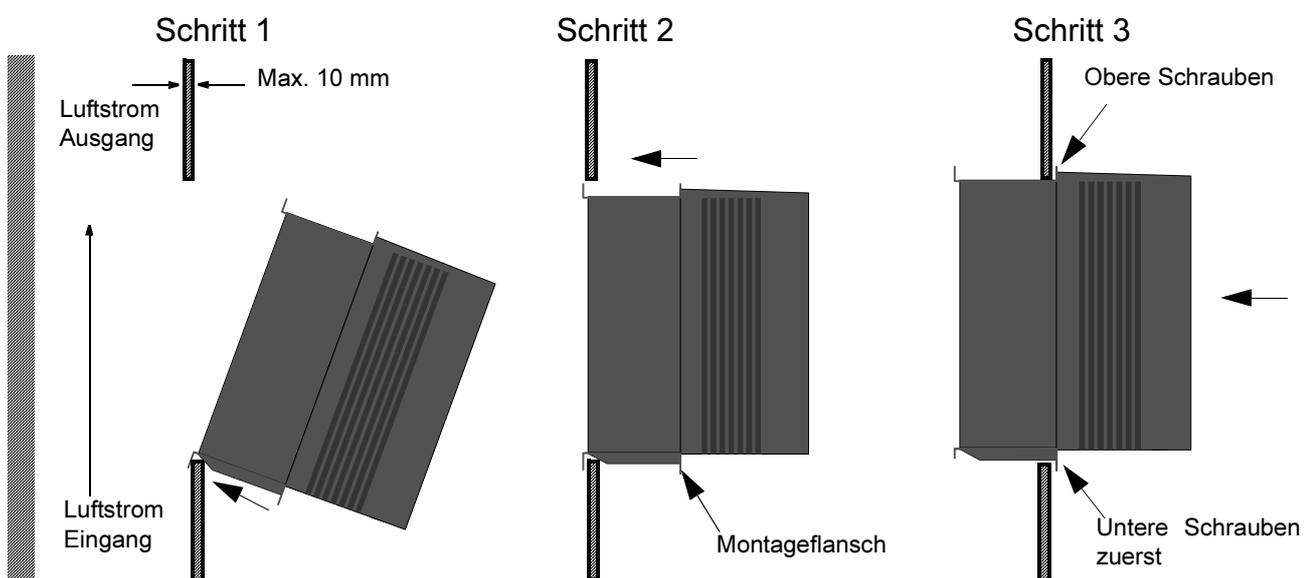

Abbildung 2-2 Montage des ACx 601 in einem Kühlluftkanal.
6. Montage - wie in Abbildung 2-2 gezeigt - fortsetzen.